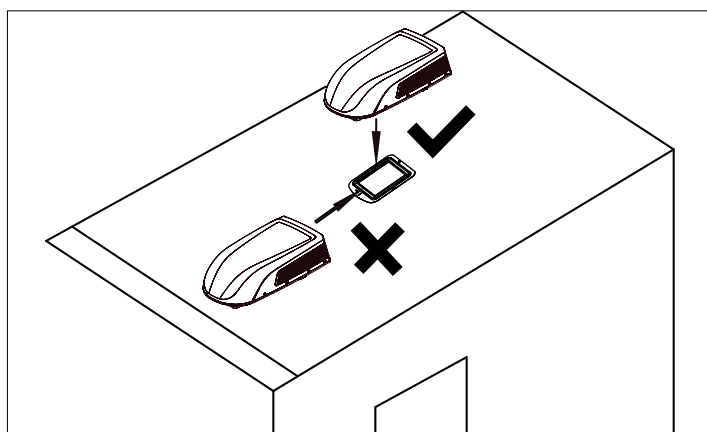

Figura 4-2
2) Colóquela en la placa de montaje del techo recortado que ha dejado preparado, de manera que la cinta de sellado de la unidad exterior quede alineada con la ranura de la superficie de la placa de montaje. No tire de la unidad exterior. De lo contrario, la junta podría caerse (ver figura 4-2).